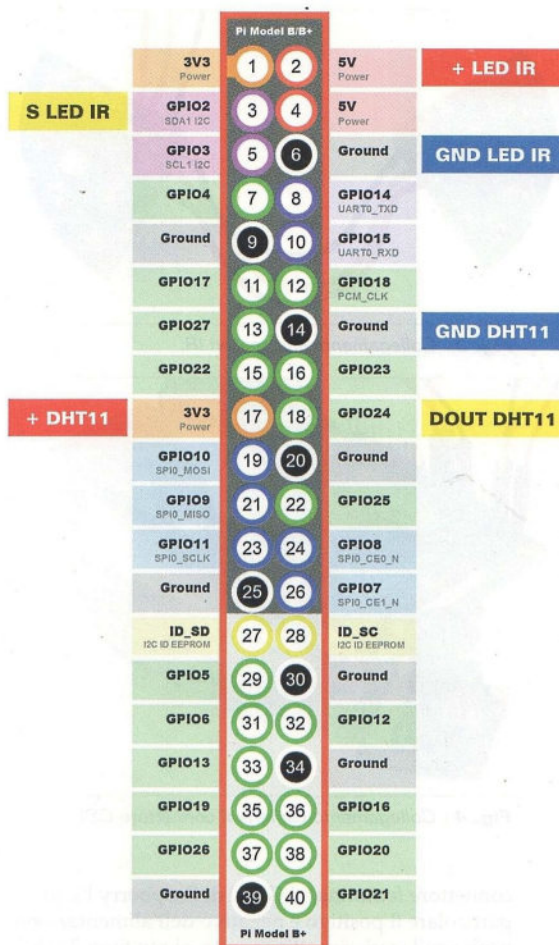

Fig. 2 - Collegamenti al GPIO di Raspberry Pi.
Nella Fig. 1 potete vedere lo schema della soluzione proposta nel progetto, modificata, rispetto al progetto originale, in base ai componenti che abbiamo potuto reperire con maggior facilità. In Fig. 2 sono visibili i riferimenti dei collegamenti al GPIO di Raspberry Pi. La configurazione "hardware" di "FruitNanny" è piuttosto semplice. L'elemento base è il microcomputer Raspberry Pi, nella versione 3. Se possedete già un Raspberry Pi 2 nel "cassetto" e volete destinarla a questo progetto, va benissimo, anche perché vi consigliamo di collegare Raspberry Pi alla rete locale di casa tramite cavo Ethernet, rendendo superflua la funzionalità WiFi. Se per diversi motivi preferite collegare Raspberry Pi via WiFi allora è preferibile utilizzare un Raspberry Pi 3 che dispone nativamente di connettività WiFi. Abbiamo raggruppato in questa descrizione sia l'elenco dei dispositivi utilizzati che la realizzazione dei collegamenti elettrici. La raccomandazione è di
2. Realizzazione del cablaggio dei vari componenti tra loro e verso Raspberry Pi come visibile in Fig. 2;